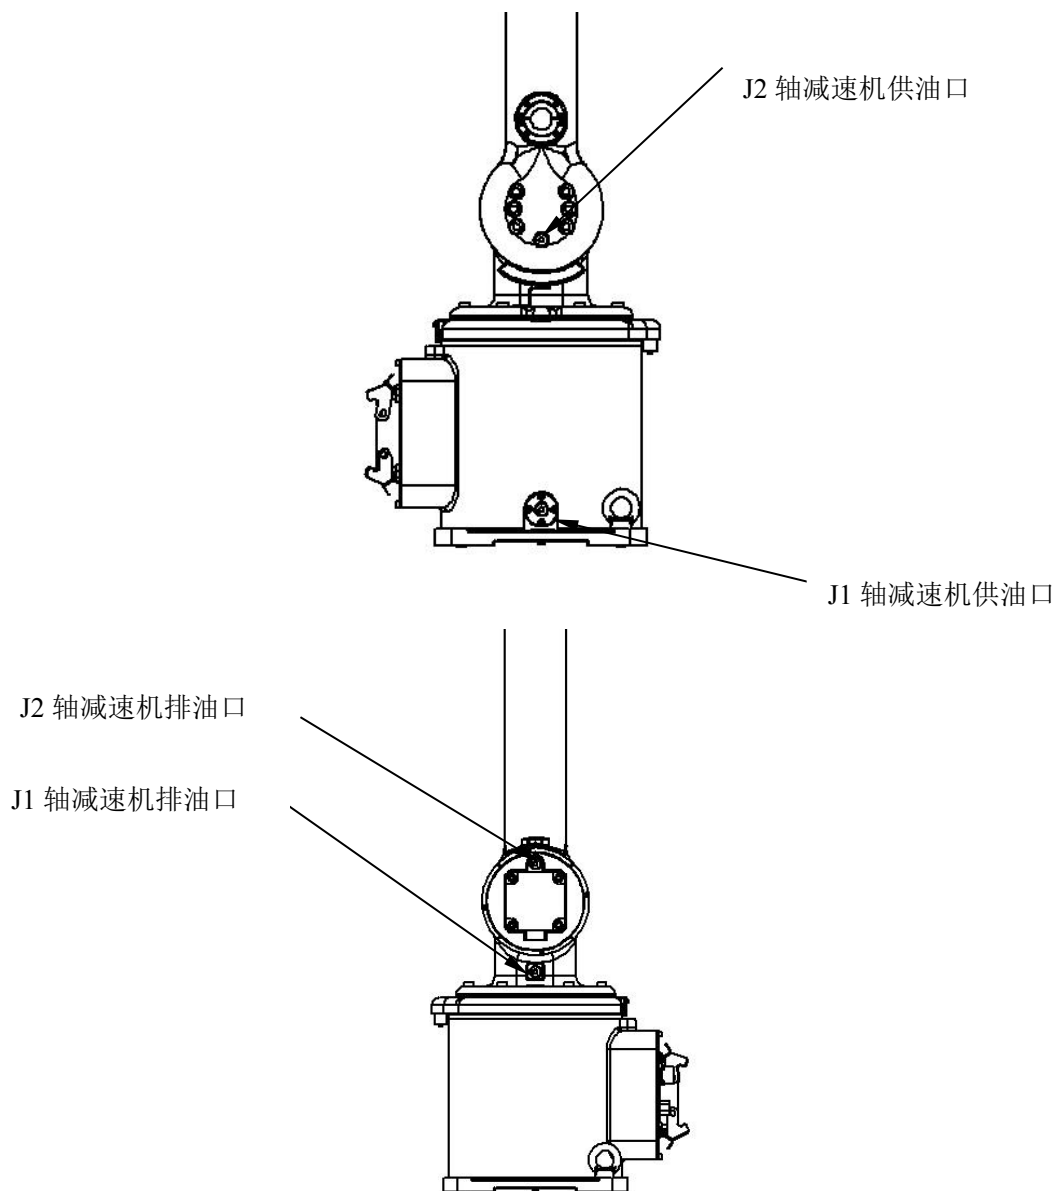

图 4.1 更换润滑油，J1/J2 轴减速机
- 3) 移去润滑油供排口的内六角螺塞 M10\*1, 见图 4.1。